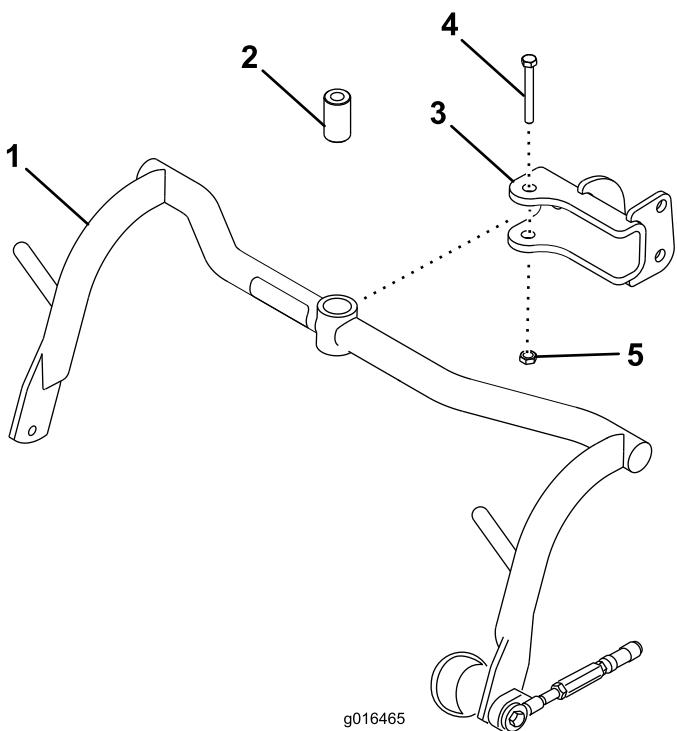

Bild 8
1. Befestigen Sie einen Trägerrahmen mit einem Distanzstück, einer Schraube (1/2 x 3-1/4") und einer Sicherungsmutter (1/2") an jeder Lastöse (Bild 8). Ziehen Sie sie auf 91 bis 113 N·m an.